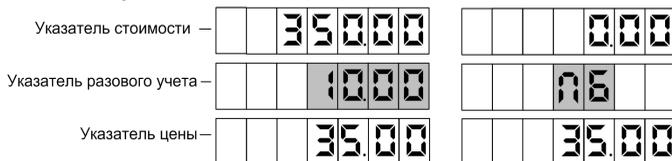

Рисунок 15
7.2 Для выдачи топлива необходимо задать дозу с системы управления. Когда устройство будет готово к отпуску топлива, в средней строке табло мигающими символами отобразится величина *заданной дозы*, а в случае отпуска "до полного бака" – символы "ПБ" (рисунок 15). Это дает клиенту удобный способ определить, когда можно начать заправку, а также убедиться, что задано именно то количество топлива, которое он заказывал. Для запуска налива необходимо снять раздаточный кран или подать команду "Пуск" с системы управления, после чего значения стоимости и объема на табло обнуляются. С этих пор на табло отображается *отпущенная* на текущий момент доза.